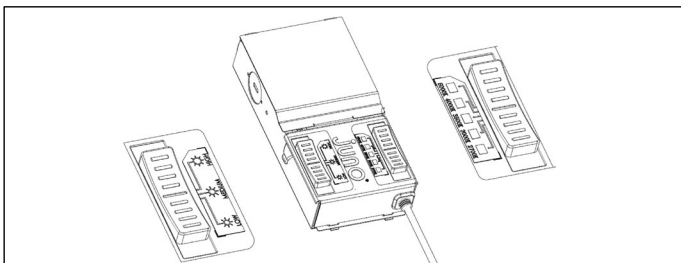

Figura 4
4. Utilice el interruptor en la caja de control (debe seleccionarse la opción de lúmenes/CCT antes de la instalación de la luminaria) para seleccionar la salida de lúmenes adecuada (opción Alta-Media-Baja) y el color de la luz (opción 27K-30K-35K-40K-50K). (Figura 4))